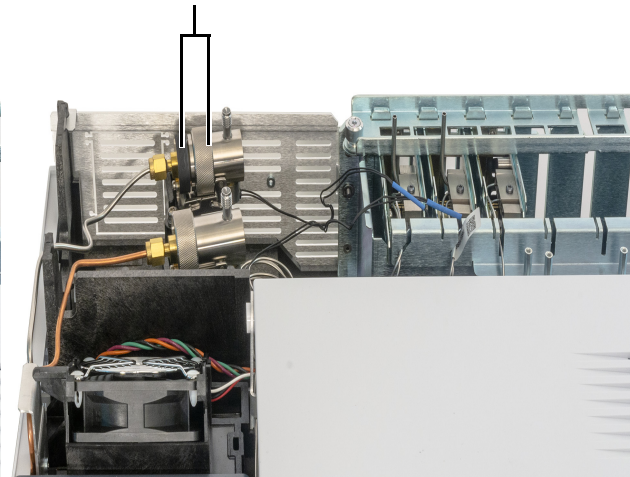

図 38. ローレットナットを緩める
- 図 38 に示すように、スプリットベントトラップを固定しているローレットナットを完全に緩めます。